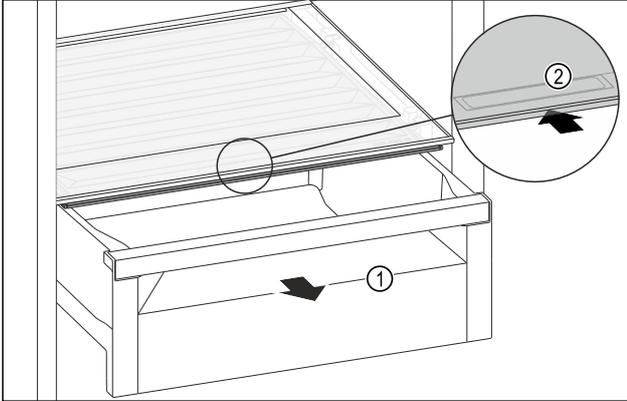

Fig. 82
- ▶ Extraer el compartimento *Fig. 82 (1)*.
- ▶ Agarrar el tirador empotrado *Fig. 82 (2)* en la tapa del compartimento y tirar de la tapa del compartimento hacia atrás al mismo tiempo.